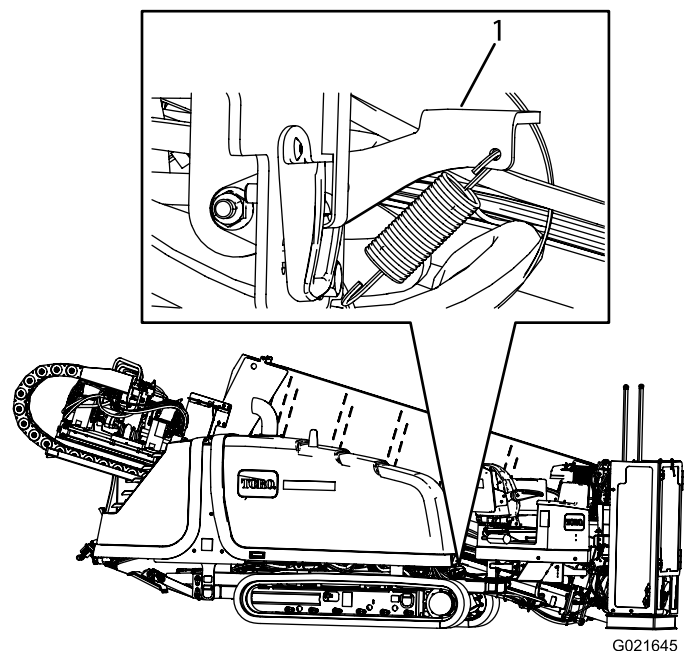

Figure 93
2. Appuyez sur le verrou du capot, comme montré à la Figure 93.